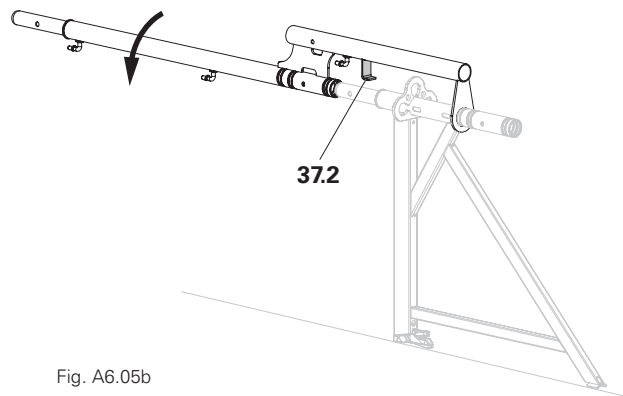

Fig. A6.05b
2. Spingere verso l'alto il montante per paramento EPS sulla mensola ECM e spingerlo sul connettore della mensola ECM finché la staffa di aggancio (37.2) non si innesta nel supporto corrente della rosetta. (Fig. A6.05b + A6.05c)
3. Fissare il montante per paramento con il perno di bloccaggio Ø 48/57 (10).